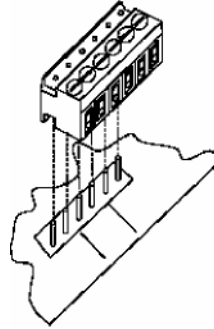

Рис.3. Съемный блок контактов
**ПРИМЕЧАНИЕ:** Блоки с контактами для подключения проводов к разветвителю OMEGA SP4-RZ являются съемными элементами. Для того чтобы снять блок, потяните его вертикально вверх по направлению от печатной платы (см. Рис.3). Подключите провода к требуемым контактам и, затем, вставьте блок обратно на печатную плату, соблюдая осторожность, чтобы правильно совместить посадочные отверстия в блоке и штырьковые контакты на печатной плате.